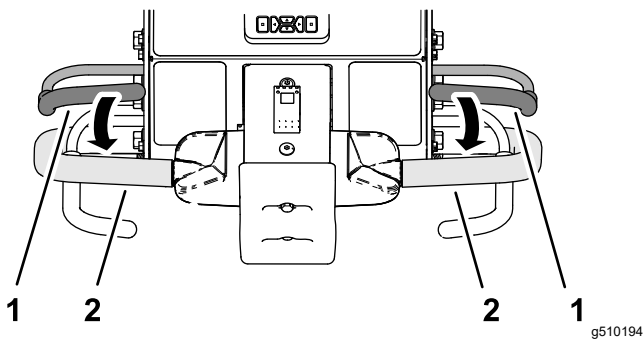

图 93
- 握住左侧或右侧手把和操作员到位把手图 93 将把手向手柄挤靠。